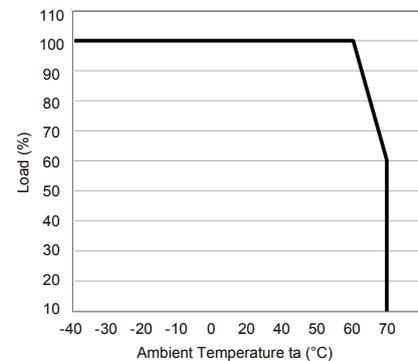

Bild 3: Lastreduzierung
Der tc-Punkt (3) am Gehäuse darf im Dauerbetrieb unter Vollast eine Temperatur von +80 °C nicht überschreiten. Andernfalls schaltet das Gerät ab. Darum bei Betrieb in hoher Umgebungstemperatur eine Lastreduzierung gemäß Bild 3 vornehmen.